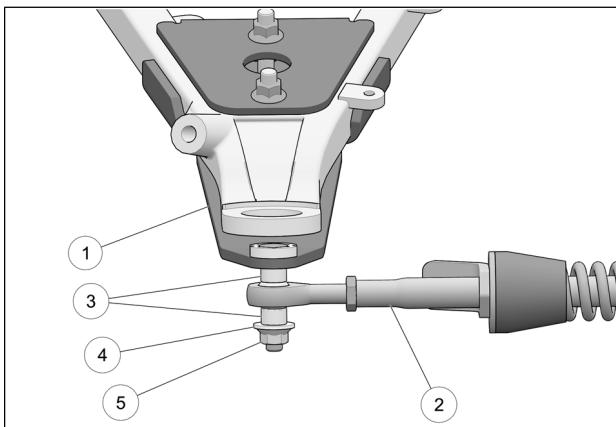

Fig. 18
8. Attach the stabilizing rod (2) to the anchor bracket (1), using the two spacer bushings (3), flat washer (4) and nut (5). Torque to 70 N·m [52 lb·ft]. Refer to Fig. 18
8. Fixer le bras stabilisateur (2) au boulon déjà installé sur l'ancrage de suspension (1) à l'aide des deux espaces (3), de la rondelle (4) et de l'écrou autobloquant (5). Serrer à un couple de 70 N·m [52 lb·pi]. Voir la Fig. 18